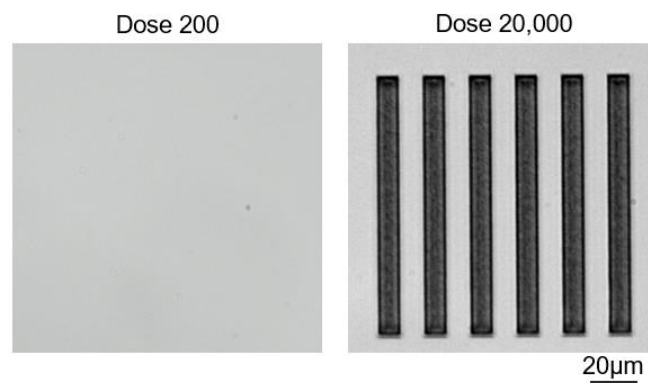

Fig. 1 Pictures of patterns by different Dose condition.
(1) メーカーの手順書には、SU-8 の Dose 量は、150-330 mJ/cm² となっていたが、パターンは形成されなかった。マスクレス露光装置の波長(405 nm)は、レジストの吸光度が低いことが原因と考え、Dose 量を20,000-30,000 mJ/cm² に上げてみた。設計通り 20 μm の周期パターンが作製できた。光学顕微鏡の画像を Fig. 1 に示す。
(2) パターンの厚みは、10 μm になる設計であったが、実際できた厚さは 2-3 μm と薄かった。スピコーターの条件出しが必要である。